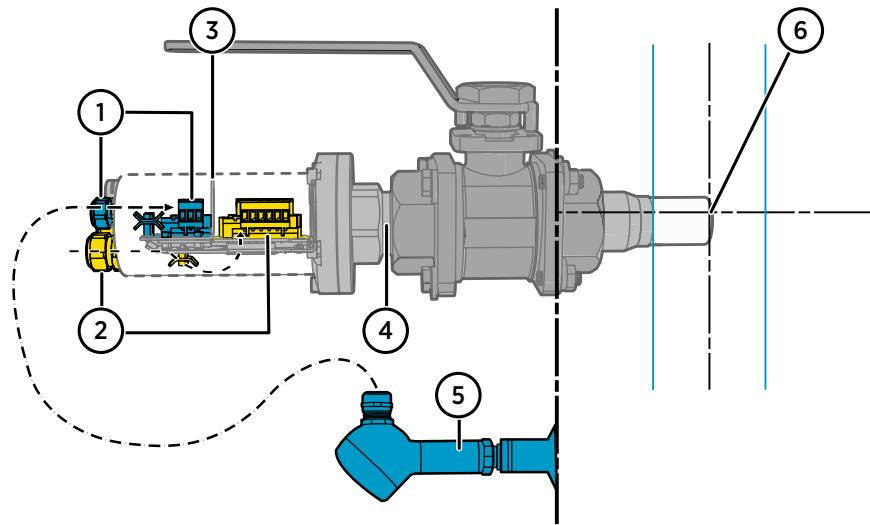
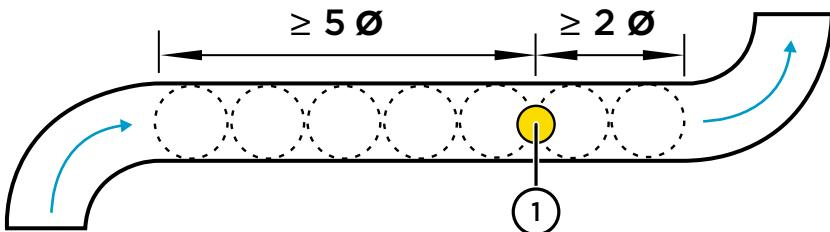

図5 配線経路および推奨される向きと深さを示した MGP260 シリーズプローブの設置例
図 6 パイプライン上の MGP260 の推奨設置位置
図5(ページ27)に、MGP260 プローブボールバルブの設置例を示します。この図では正しい配線経路を強調し、推奨される設置の深さと向きを示しています。外部圧力計測機器(5)は、圧力補正入力オプションの例として示しています。代替オプションの説明については、圧力補正入力オプション\(ページ28\)を参照してください。
図 6 (ページ 28) に、MGP260 の推奨設置位置を示します。プローブをパイプラインの直管に取り付けます。このとき、最も近い屈曲部やその他ガスの流れに影響を与える特徴から下流に向かってパイプの直径の 5 倍以上、次の屈曲部や同様の特徴から上流に向かってパイプの直径の 2 倍以上離れた位置にします。最良の結果を得るには、図 5 (ページ 27) に示す向きと取り付け深さを使用します。
- MGP260 コンポーネントボードの Ex ia (4~20mA) 入力端子を通じて外部圧力計測機器から受け取った圧力計測値。推奨オプションです。例については、図 5 (ページ 27) を参照してください。外部圧力計測機器の入力の配線については、**配線図 (ページ 34)** を参照してください。